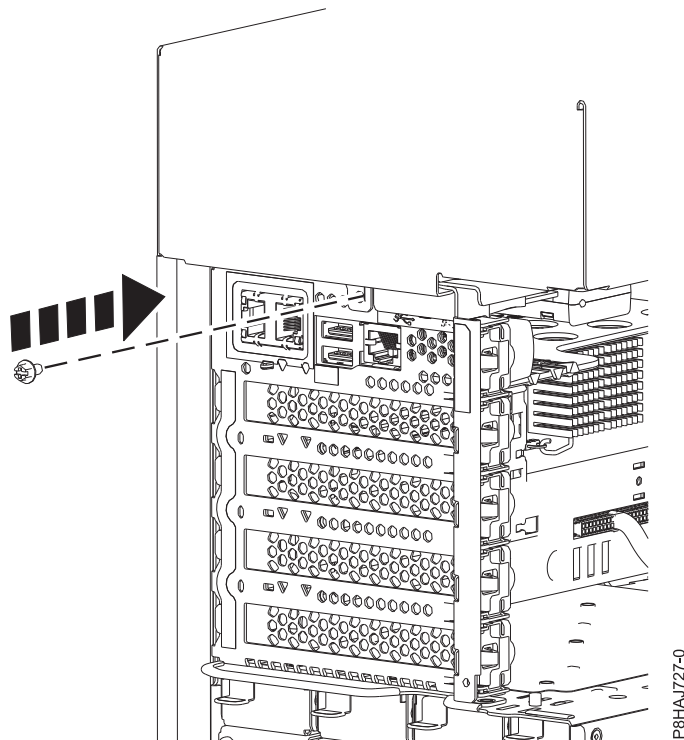

Figure 37. Installation de la vis capot latéral du 8286-41A
5. Installez la vis arrière du capot latéral à l'aide d'un tournevis cruciforme, comme illustré figure 37, à la page 55.